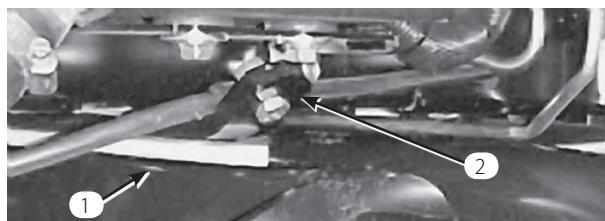
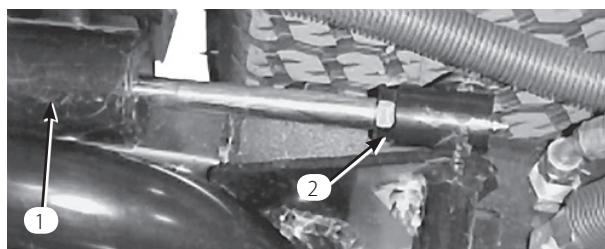

図 13
図 14
3. エンジンを始動し、昇降アームを上昇させ、後ろカッティングユニットのウェア・バーの上部についているウェア・ストラップからバンパー・ストラップまでの距離が0.51~2.54 mmの間にあるかどうかを点検する(図13)。この範囲になければ後昇降シリンダを調整する。シリンダの調整は、カッティングユニットを降下させ、シリンダのジャムナットを戻して行う(図14)。ジャムナットを戻すには、シリンダ・ロッドのナットに近い方の部分をウェスとプライヤで握って回す。調整ができたらカッティングユニットを上昇させて隙間を点検し、必要に応じて再調整する。クレビスのジャム・ナットを締める。